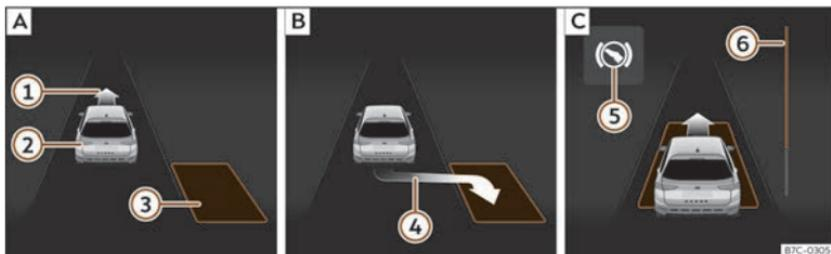
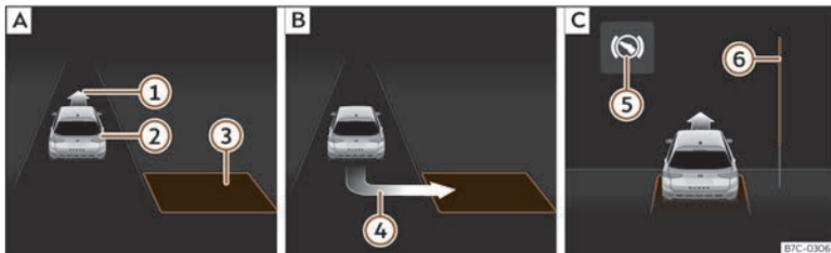

Fig. 136 Sul display del quadro strumenti: parcheggiare in linea. **A**: Cercare un parcheggio. **B**: Posizione di parcheggio. **C**: Manovre.
Fig. 137 Sul display del quadro strumenti: parcheggiare in batteria. **A**: Cercare un parcheggio. **B**: Posizione di parcheggio. **C**: Manovre.
sizione corretta per parcheggiare >>> **fig. 136 B** o >>> **fig. 137 B**. Lo spazio sarà stato considerato idoneo se sul display del quadro strumenti compare l'indicazione di parcheggiare ④.
• Retrocedere finché non si sentirà il segnale continuo del ParkPilot; **OPPURE:** spostarsi in retromarcia finché nel display del quadro strumenti non comparirà l'indicazione di spostarsi con la marcia in avanti >>> **fig. 136** [C] o >>> **fig. 137** [C]; **OPPURE:** retrocedere finché nel display del quadro strumenti non comparirà il messaggio **Park Assist terminato**. La barra di avanzamento [6] indica la distanza che si deve percorrere.
• Retrocedere finché non si sentirà il segnale continuo del ParkPilot; **OPPURE:** spostarsi in marcia avanti finché nel display del quadro strumenti non comparirà l'indicazione di spostarsi in retromarcia. L'assistente al parcheggio dirige il veicolo con la marcia in avanti e in retromarcia fino a posizionarlo al centro dello spazio di parcheggio >>> **fig. 136** [C] o
>>> **fig. 137** [C].
La barra di avanzamento >>> **fig. 136** [6] e >>> **fig. 137** [6] mostra simbolicamente sul display del quadro strumenti la distanza relativa ancora da percorrere. Maggiore è la distanza, maggiore sarà il riempimento della barra di avanzamento. Circolando con la marcia in avanti, il contenuto della barra di avanzamento diminuisce verso l'alto, e circolando in retromarcia, diminuisce verso il basso.